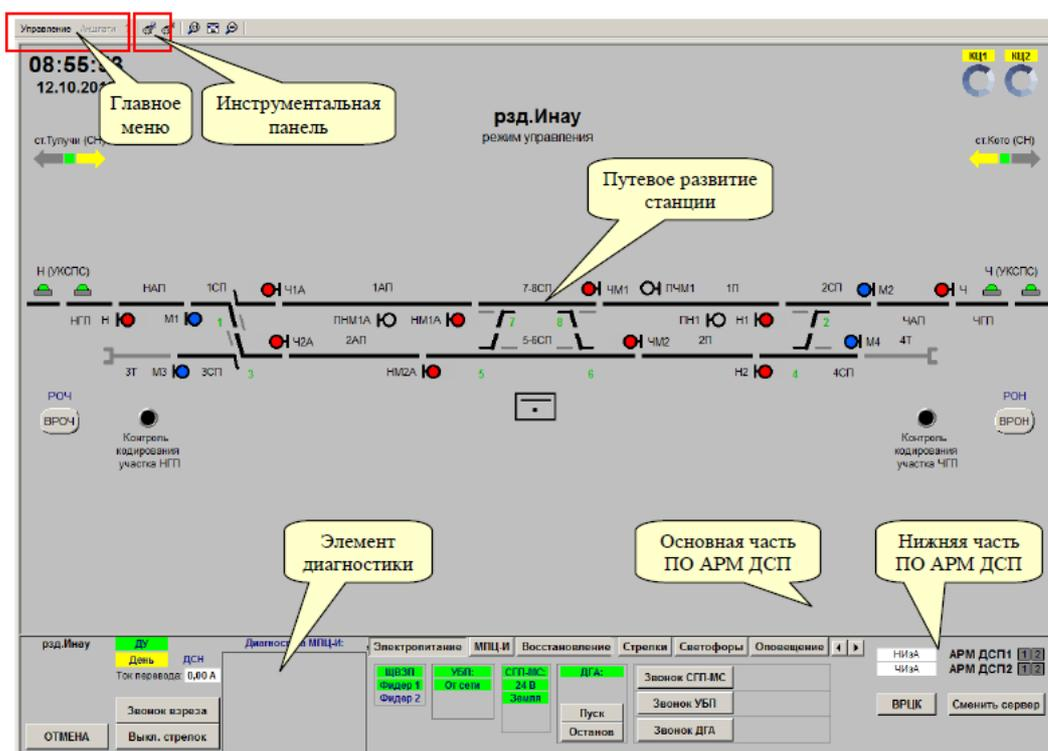

Рисунок 2. План станции АРМ ДСП.
7.1.4. После входа в систему убедиться, что программа АРМ ДСП запустилась в автоматическом режиме и развернулся план станции (Рисунок 2).